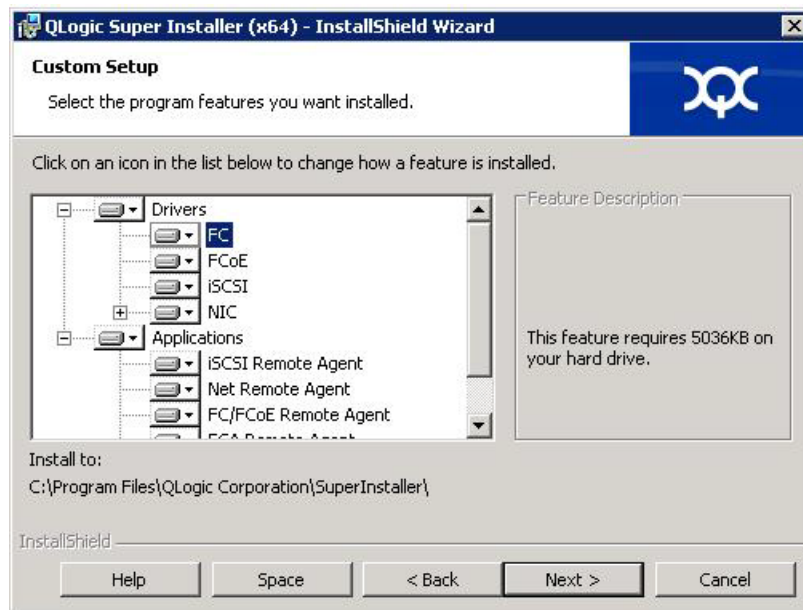

Figura 2-5. Janela InstallShield Wizard: Custom Setup (Assistente do InstallShield: Configuração personalizada)
6. Se você tiver selecionado **Custom** (Personalizada) na Etapa 5, preencha a janela Custom Setup (Configuração personalizada) (Figura 2-5 na página 9) da seguinte forma: